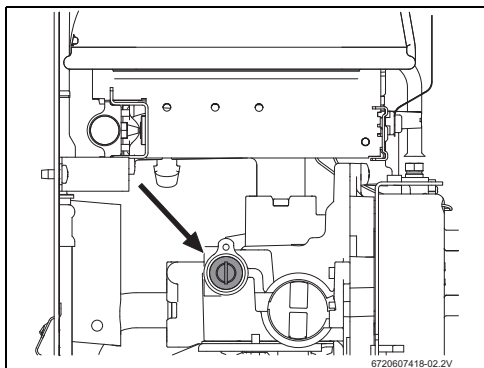

Fig. 13 Vite per regolazione della pressione massima
- Togliere il sigillo della vite (Fig. 13).
- Regolare la pressione mediante la vite (Fig. 13) attenendosi ai dati di pressione esposti nella tabella 6.